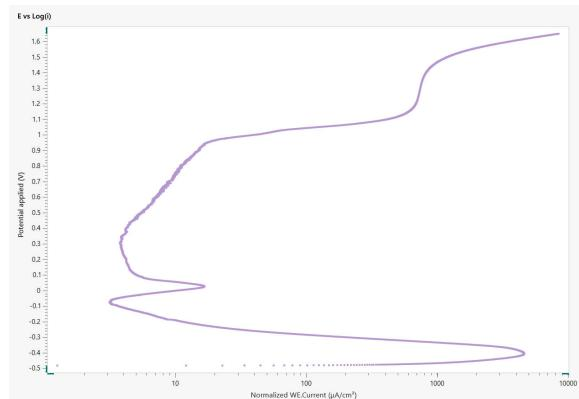

Figura 2. La gráfica correspondiente de $\log(j)$ vs E para la muestra corroída de acero inoxidable en solución de ácido sulfúrico de 0,5 mol/L.
Los datos se transforman según la norma ASTM G3 en **Figura 2**, donde se muestra una gráfica del potencial (E) frente al logaritmo de la densidad de corriente (j).
Figura 3. Este gráfico es idéntico a la Figura 2, pero las regiones en el gráfico ahora están resaltadas. La Región Activa se muestra en azul, la Región Pasiva en rojo, la Región Transpasiva en verde y la Región de Pasividad Secundaria en naranja.
aumenta mucho con el potencial aplicado. Esto se denomina Región de Pasividad Secundaria (**Figura 3**, en naranja). Además de esto, puede ocurrir una evolución de oxígeno, lo cual no se muestra en **Figura 2**.